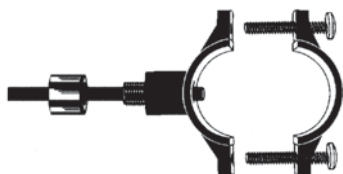

Рис. 7
3. Наклейте уплотнитель на внутреннюю сторону скобы дренажного хомута с резьбовым отверстием. Вставьте трубку в скобу дренажного хомута (**рис. 7**). Край трубки должен выступать примерно на 4-5 мм из внутренней части скобы. Закрутите накидную гайку хомута.